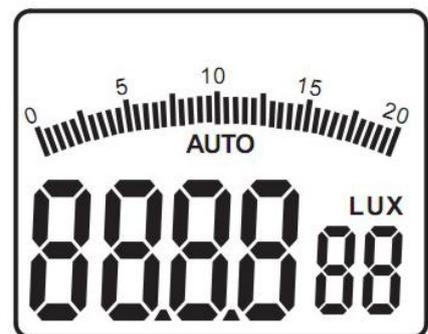

Figura 3-1-2C
- Presione de nuevo durante dos segundos el pulsador REL/PEAK, las indicaciones "PEAK" y "MENU" desaparecerán de la parte superior de la pantalla, la indicación "AUTO" aparecerá en la parte central de la pantalla, el medidor saldrá del modo de medición de picos para regresar al modo normal de medición (como se muestra en la figura 3-1-2C).